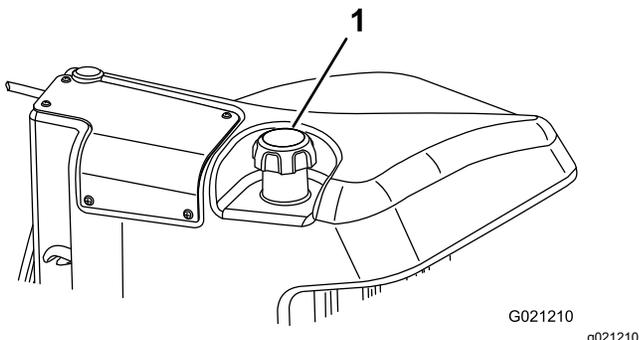

Рисунок 31
3. Снимите крышку топливного бака (Рисунок 31).